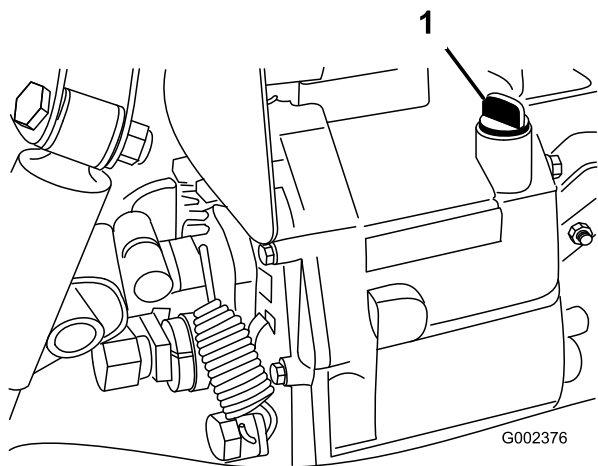

Рисунок 20
- Очистите область вокруг отверстия для измерительного щупа (**Рисунок 20**).